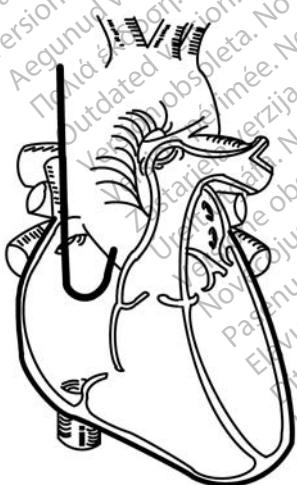

Figura 6. Colocación auricular
3. Para colocar el cable auricular preformado con forma en J, sujetelo de manera que no se mueva y mantenga la observación fluoroscópica mientras hace avanzar la punta del cable hasta que la punta entre en la orejuela auricular y quede alojada en ella (Figura 6 Colocación auricular en la página 17).